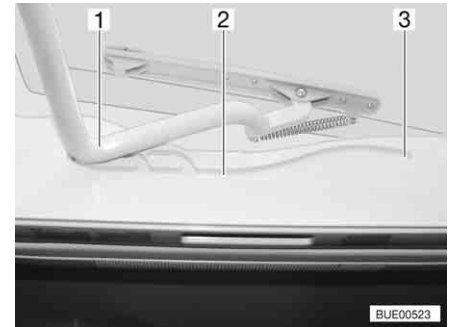

Bild 78 Heki-Dachhaube, Führung
- Den Bügel (Bild 78,1) in den Führungen (Bild 78,2) bis in die hinterste Position (Bild 78,3) ziehen.
- Den Bügel (Bild 78,1) mit beiden Händen leicht nach oben drücken.
- Den Bügel in den Führungen (Bild 78,2) bis zur gewünschten Stellung ziehen.